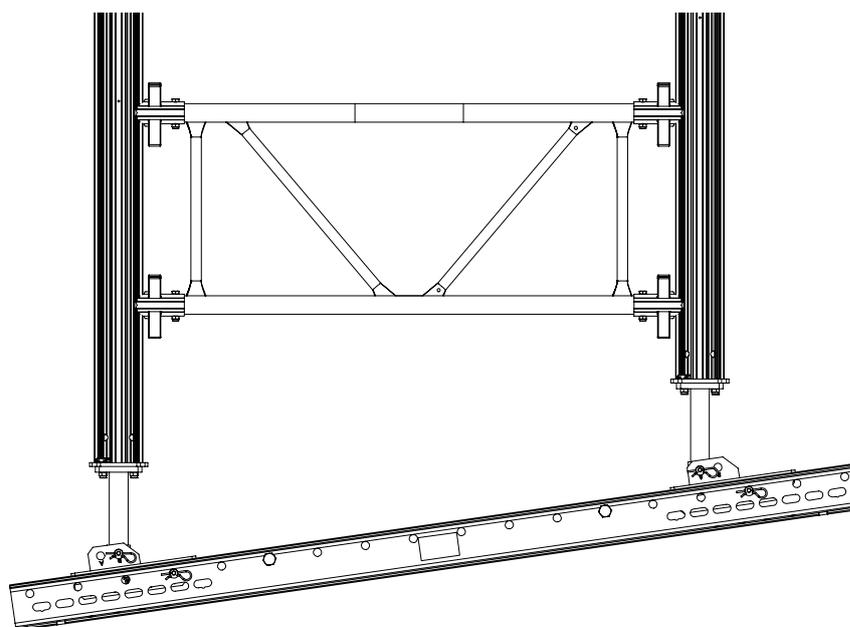

Fig. A2.11
- La tête d'étau peut également être utilisée pour monter des tours sur des surfaces inclinées. (Fig. A2.11)